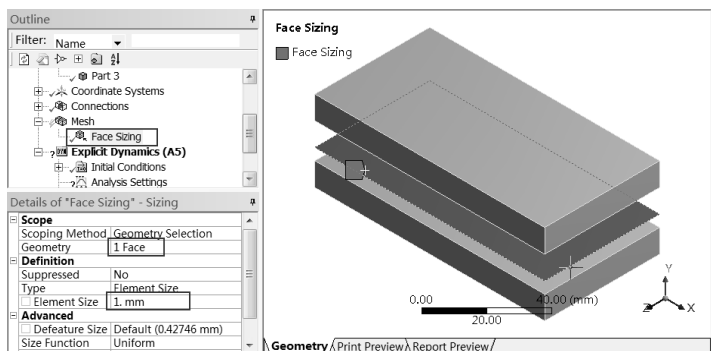

图 11-49 划分网格
Step4：如图 11-49 所示，在 Details of “Face Sizing” -Sizing 面板中做如下操作。